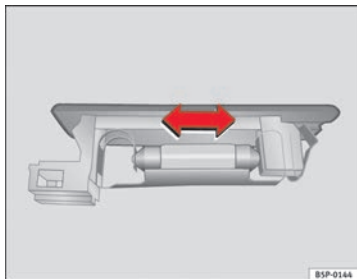

Abb. 152 Gepäckraumleuchte
- Drücken Sie die Lampe zur Seite und nehmen Sie sie aus ihrer Halterung heraus ⇒ Abb. 152. ■